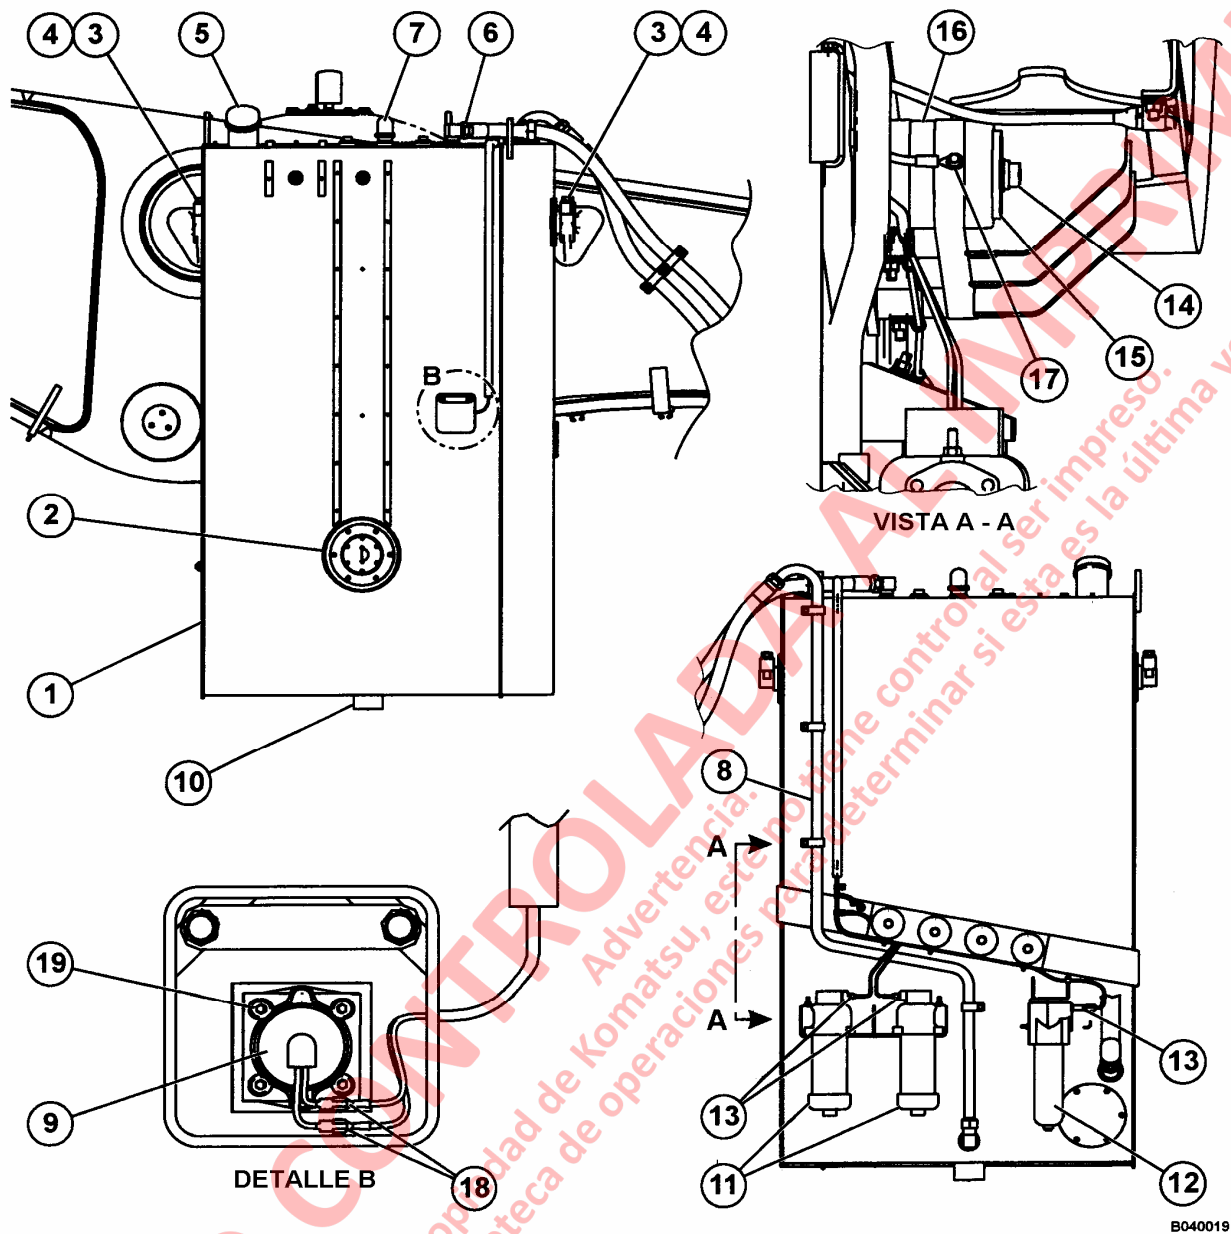
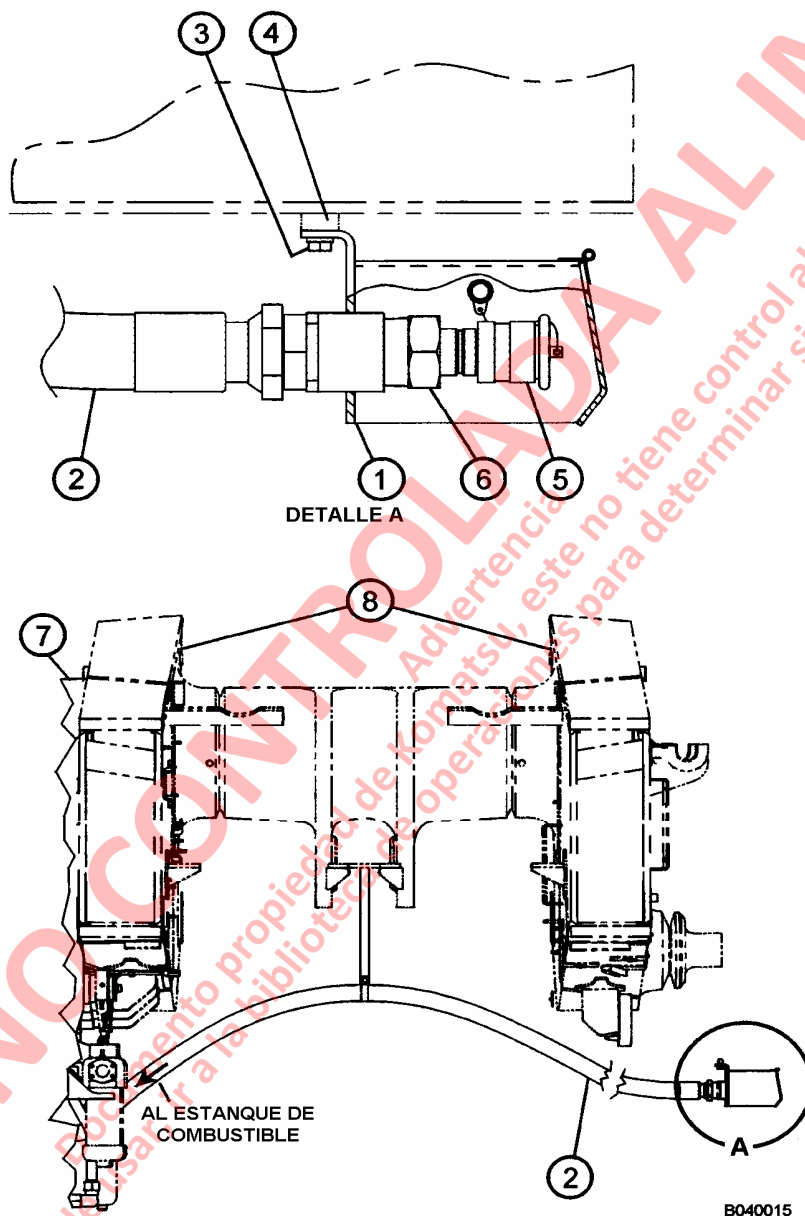

FIGURA 4-1. MONTAJE DEL ESTANQUE DE COMBUSTIBLE
FIGURA 4-3. LLENADO RAPIDO LADO IZQUIERDO
2. Suelte la tapa de llenado (5, Figura 4-1) y abra la tapa de drenaje (10) para drenar el combustible desde el estanque en contenedores limpios. Apriete la tapa de llenado cuando se drene completamente el combustible.
3. Desconecte el arnés de cableado (13) y saque las abrazaderas unidas al estanque de combustible. Saque el cable a tierra (17).
4. Si está equipado, cierre las válvulas de corte en línea. Saque la manguera de retorno de combustible (6) y la manguera de suministro de combustible (7). Tape las mangueras y los accesorios del estanque para evitar contaminación.
5. Saque los conjuntos del filtro del circuito de elevación (11) y el conjunto del filtro del circuito de dirección (12) desde el lado del bastidor del estanque. Sostenga el conjunto del filtro colocando una cadena sobre el riel del bastidor. No es necesario sacar las mangueras hidráulicas.
El estanque de combustible cuenta con una llave de drenaje (10, Figura 4-1) y una lumbrera de limpieza en el costado que permite la entrada de vapor o solventes para limpiar los estanques que han acumulado materiales extraños.
2. Suba el estanque de combustible a su posición sobre los muñones de montaje del bastidor y bájelo a dicha posición. Instale las tapas de montaje (4, Figura 4-1) y el accesorio de montaje superior (3). No apriete el accesorio en este momento.
3. Instale amortiguadores de goma (16), golillas planas (15) y el accesorio de montaje inferior (14) en los montajes inferiores. Apriete el accesorio de montaje inferior a **420 ± 42 N.m (310 ± 31 ft.lbs.)**.
4. Apriete el accesorio de montaje superior (3) a **711 ± 72 N.m (525 ± 53 ft.lbs.)**.
5. Monte los conjuntos del filtro del circuito de elevación (11) y el conjunto del filtro del circuito de la dirección (12) en el lado del bastidor del estanque.
6. Conecte las mangueras de retorno (6) y la manguera de suministro de combustible (8). Instale el arnés de cableado y todas las abrazaderas. Abra las válvulas de corte en línea, si está equipado
El emisor de medidor de combustible (9, Figura 4-1) montado en el costado del estanque emite una señal eléctrica para operar el medidor de combustible en el panel de instrumentos.
El conjunto del receptor de combustible (2, Figura 4-1) está montado en la parte delantera del estanque de combustible. El conjunto del receptor de combustible (6, Figura 4-3) va montado en el riel del bastidor del lado izquierdo.